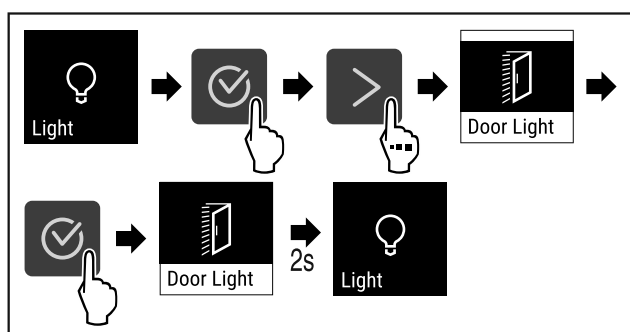

Fig. 70
- ▷ Handlungsschritte (siehe Fig. 70) durchführen.